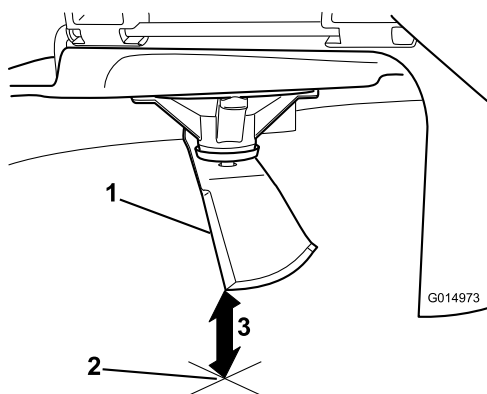

Figura 91
3. Mida desde la punta de la cuchilla hasta la superficie plana (**Figura 91**).